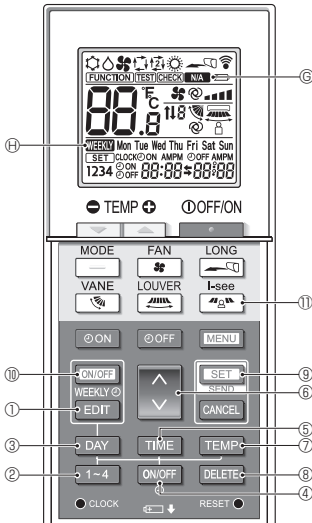

Fig. 4-3
(Fig. 4-3, Fig. 4-4)
Druk op de toets **1-4** ②. (Fig. 4-3, Fig. 4-4)
- Telkens wanneer u op de toets **1-4** ② drukt, verandert het patroonnummer ④ in de volgende volgorde: 1 → 2 → 3 → 4.
Druk op de toets **DAY** ③. (Fig. 4-3, Fig. 4-4)
- Telkens wanneer u op de toets **DAY** ③ drukt, verandert de dag van de week ⑤ in de volgende volgorde: Mon (Ma) → Tue (Di) → Wed (Wo) → Thu (Do) → Fri (Vr) → Sat (Za) → Sun (Zo) → All days (Alle dagen).
1. Druk op de toets **ON/OFF** ④. (Fig. 4-3, Fig. 4-5 ④)
- Telkens wanneer u op de toets **ON/OFF** ④ drukt, schakelt de instelling tussen **ON** en **OFF**.
2. Druk op de toets **TIME** ⑤. (Fig. 4-3, Fig. 4-6)
- Druk op de toets **↓** ⑥ om de werkingstijd in te stellen.
3. Druk op de toets **TEMP** ⑦. (Fig. 4-3, Fig. 4-7, Fig. 4-8)
- Druk op de toets **↓** ⑥ om de temperatuur in te stellen.
- Als de stand AUTO (dubbele instelling) ingeschakeld is, drukt u op de toets **TEMP** ⑦ om tussen de bovenlimiet ⑥ en de onderlimiet ⑧ te schakelen.
<De instellingen verwijderen> (Fig. 4-3)
<De instellingen verzenden> (Fig. 4-3)
<De Week-timer inschakelen> (Fig. 4-3)
4.7. i-See-sensor (Fig. 4-3)